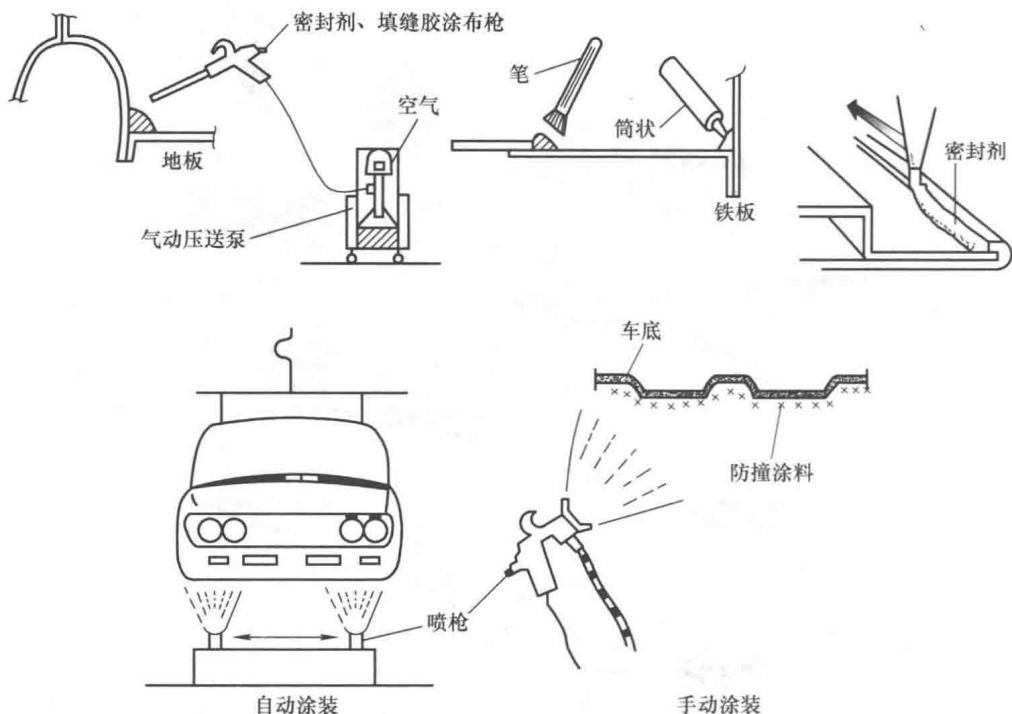

图 1-11 涂装密封剂、填缝胶和车底保护涂装
(3) 涂装密封剂、填缝胶和车底保护涂装 涂装密封剂、填缝胶和车底保护涂装的操作过程如图 1-11 所示。